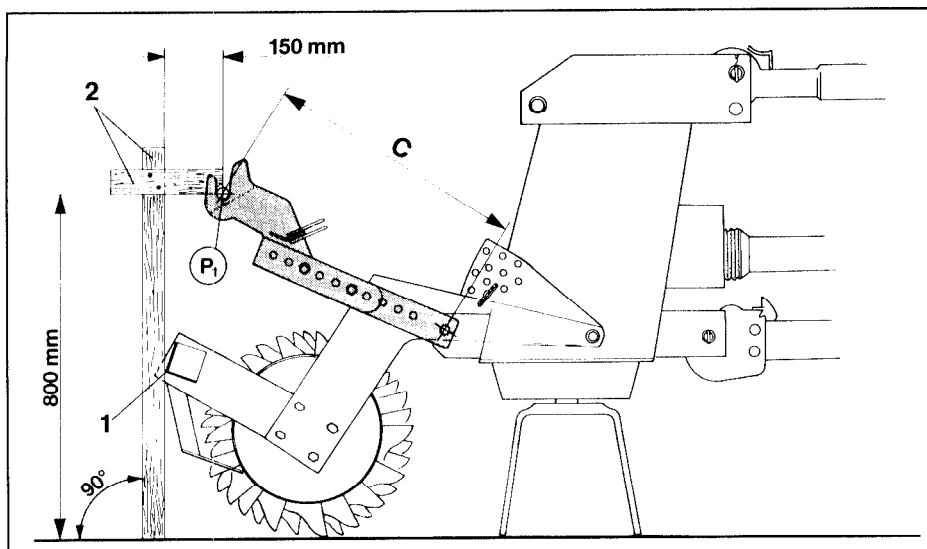

Fig. 18
Udmåling af afstand „C“(se Fig.18):
„C“ målet (Fig. 18) er afstanden mellem det underste koblingspunkt på jordbearbejdningsredskabet, og det teoretiske koblingspunkt „P1“ på såmaskinen. Derfor skal man først finde det teoretiske koblingspunkt „P1“ som følgende:
- Punkt „P1“ ligger 800 mm over gulvet og 150 mm. foran den bagerste yderkant af valserammen (Fig.18/1).
Det er denne stilling som punkt „P1“ senere indtager når der arbejdes i marken. Som hjælpemiddel til at finde punkt „P1“ kan der bruges 2 træpinde (Fig.18/2) med de viste længder og en vinkel.